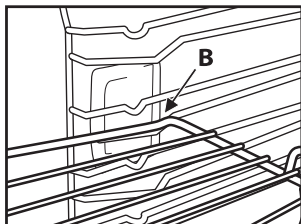

Fig. 2
2. Incline a grelha em correspondência com a posição de bloqueio "B" (fig. 2).